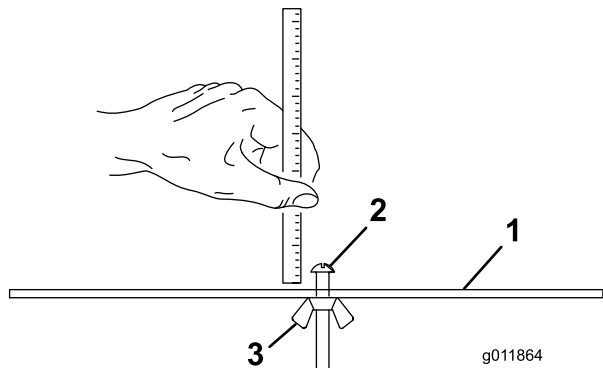

Figura 17
2. Allentate il dado sulla barra di misura (Figura 17) e posizionate la vite di regolazione all'altezza di taglio opportuna.